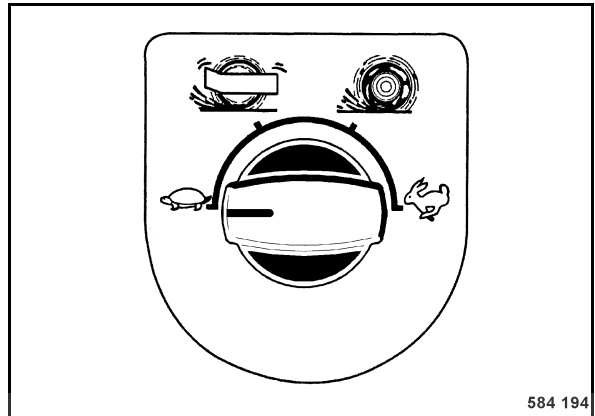

fig. 44
- Présélectionner le régime de conduite (fig. 44) désiré.